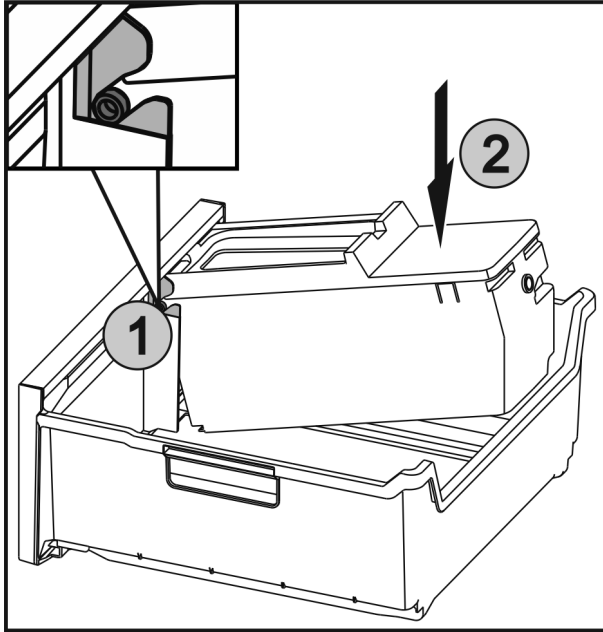

Fig. 66
- ▶ Die Achsen Fig. 66 (1) an EasyTwist-Ice in die Führungen einschieben und die hintere Seite Fig. 66 (2) bis die Lasche einrastet drücken.